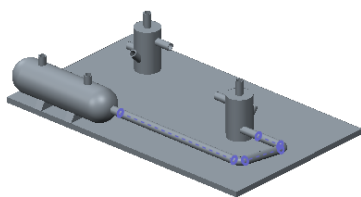

图 16.2.19 生成实体管道
Step1. 在管道系统树中右击 **L1** 节点，在弹出的快捷菜单中选择 **实体** → **创建** 命令，此时模型中显示图 16.2.19 所示的实体管道。